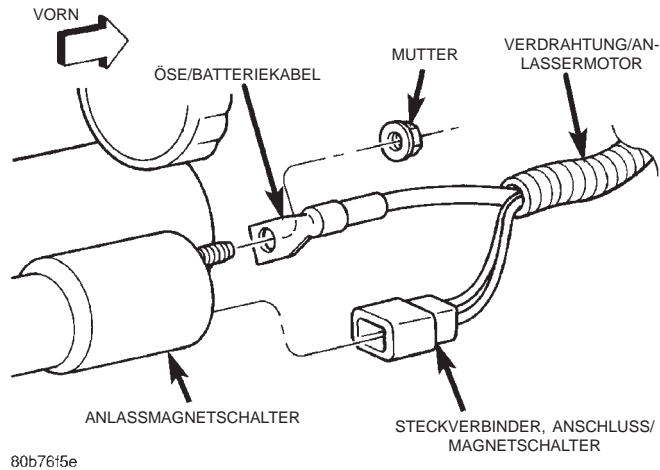

Abb. 14 Verdrahtung des Anlassermotors abklemmen und anschließen—4.0L-Motor
(4) Anlassermotor mit einer Hand abstützen und mit der anderen Hand die obere (nach hinten weisende) Befestigungsmutter des Anlassermotors lösen.
(5) Anlassermotor so weit von der Vorderseite des Kupplungsgehäuses bzw. des Drehmomentwandlergehäuses ablassen, daß die Mutter zugänglich ist, mit der die Öse des Batteriekabels am Stehbolzen des Magnetschalters befestigt ist (Abb. 14). Mutter lösen.